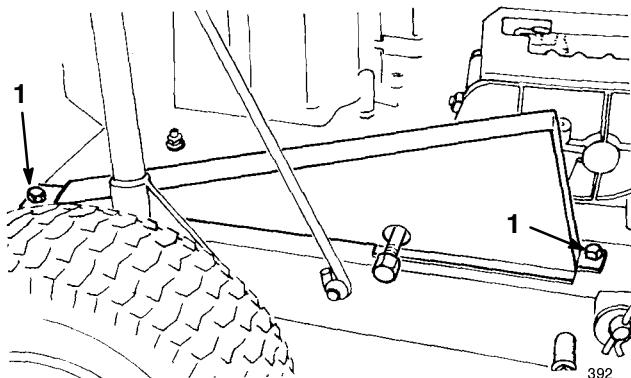

Bild 30
1. Entfernen Sie beide Schrauben, mit denen die Kettenabdeckung am Chassis der Zugmaschine befestigt ist und entfernen Sie (Bild 30).